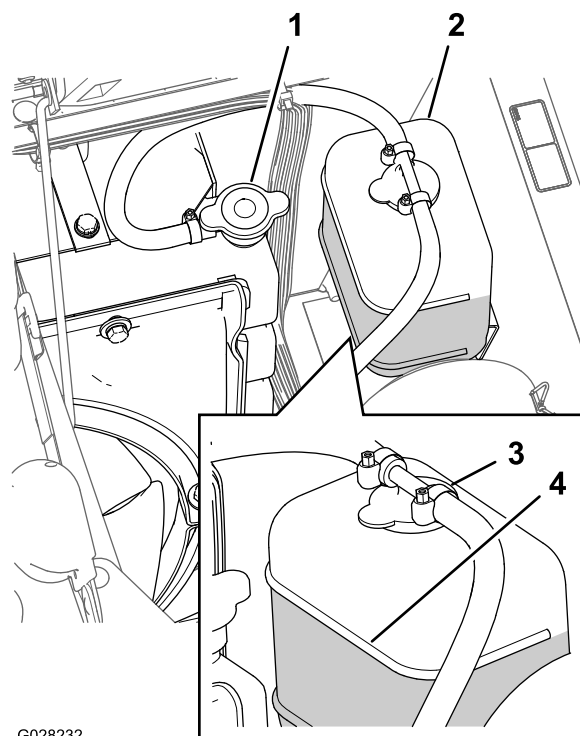

Figura 103
3. Retire cuidadosamente a tampa do radiador e a tampa do depósito de expansão (Figura 103).
Nota: O radiador deverá encontrar-se cheio de líquido até ao cimo do tubo de enchimento e o nível de líquido no depósito de expansão deverá atingir a marca Cheio no depósito (Figura 103).
5. Se o nível do líquido de arrefecimento for baixo, retire a tampa do depósito de expansão e o tampão do radiador, encha o depósito de expansão até à marca Cheio e o radiador até ao cimo do tubo de enchimento (Figura 103).
6. Volte a colocar as tampas no radiador e no depósito de expansão (Figura 103).
2. Aguarde até o motor estar frio e depois retire o tampão do radiador (Figura 103).
6. Retire o tampão do radiador (Figura 103).
8. Ligue o motor com a tampa sem aperto no radiador (**Figura 103**).
10. Assim que o líquido de arrefecimento tiver aquecido, encha o nível do líquido até à superfície de vedação e aperte o tampão (**Figura 103**).
11. Abra a tampa do depósito de expansão e encha o depósito com líquido de arrefecimento até ao nível Frio (**Figura 103**).